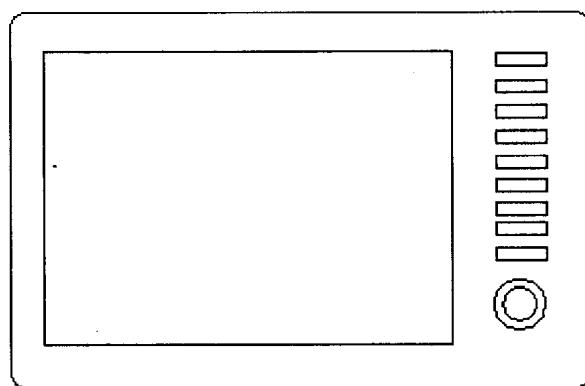

图1-1-5
(2) 在电视右下方合适位置单击,指定圆心,然后按“Enter”键。
(3) 输入“10”,指定圆的半径为10,然后按“Enter”键,生成一个小圆。
(4) 单击工具栏上的“圆”按钮。
(5) 选择下列某一操作,设置对象捕捉方式为捕捉到圆心:
(6) 捕捉小圆心后单击,使大圆与小圆同心,然后按“Enter”键。
(7) 输入“15”,然后按“Enter”键,生成一个大圆,完成电视旋钮的绘制,如图1-1-5所示。